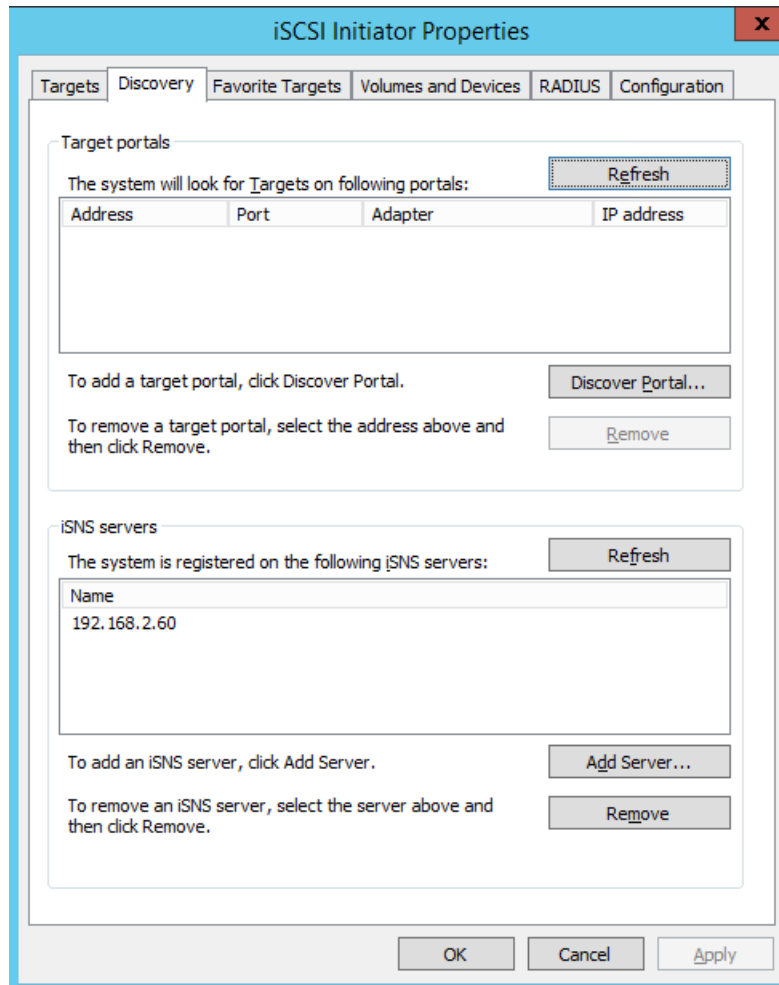

Figure 9-19. Initiateur iSCSI – Détecter le portail cible
4. Sur la page Détection (Figure 9-19), sous **Portails cibles**, cliquez sur **Détecter le portail**.